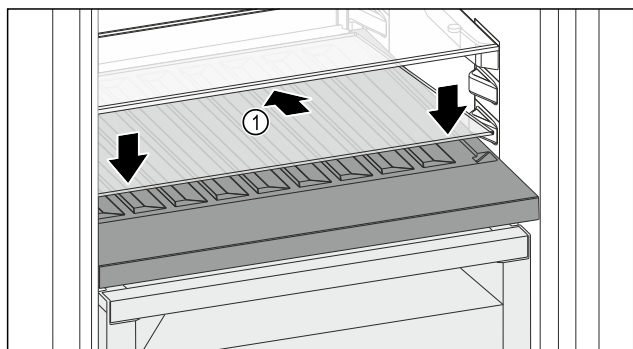

Fig. 125
- Glasplatte Fig. 125 (1) schräg und nach hinten unten geneigt ansetzen.
- Glasplatte Fig. 125 (1) vorne absenken.